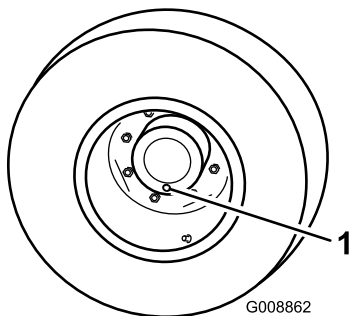

Figura 66
1. Coloque la máquina en una superficie nivelada, y coloque una rueda de manera que uno de los tapones de verificación esté en la posición más baja (posición de las 6) (Figura 66).